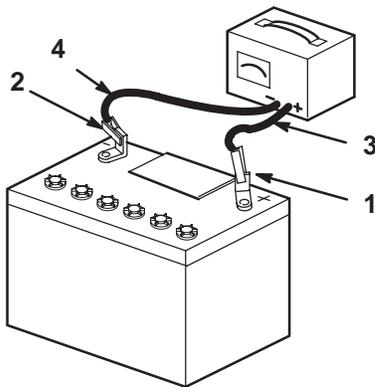

Bild 67
4. Ziehen Sie, wenn die Batterie voll geladen ist, den Stecker des Ladegeräts aus der Dose. Klemmen Sie dann die Klemmen des Ladegeräts von den Batteriepolen ab (Bild 67).